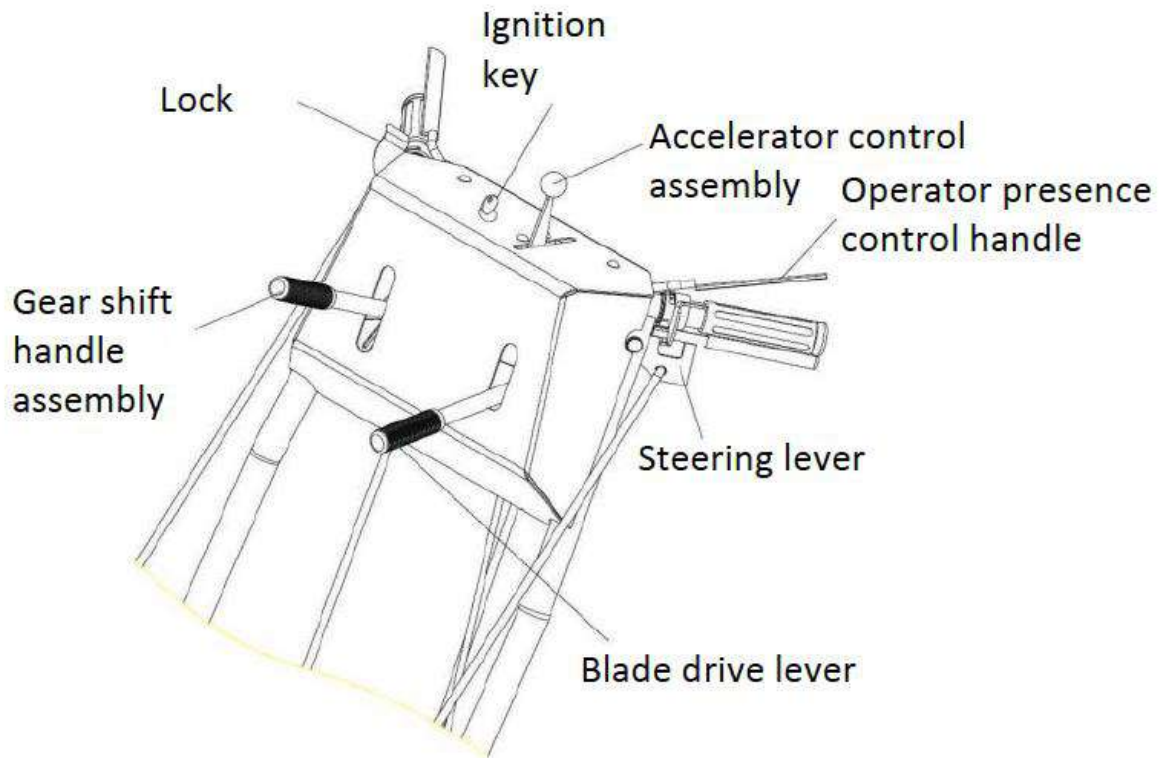

Figure 1
2.3 Commandes de l'opérateur (voir la figure 1)